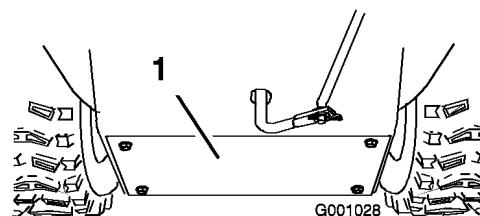

Figure 44
- Déposez le couvercle arrière (Figure 44).